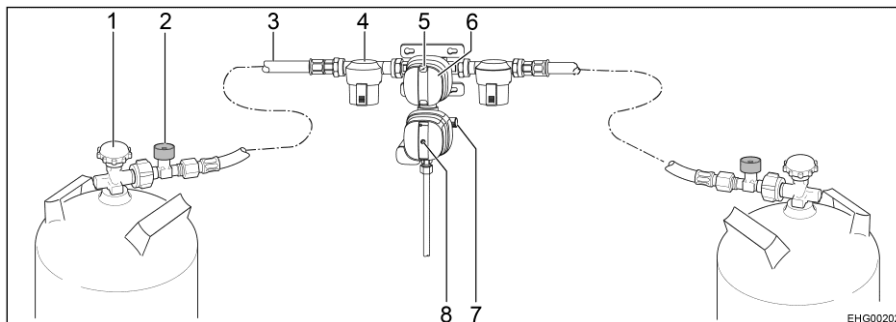

Fig. 118 Système de réglage de la pression de gaz de sécurité DuoControl CS
Le système de réglage DuoControl se compose d'une valve de commutation et d'un capteur de crash. Le système de réglage DuoControl est monté entre les tuyaux haute pression (Fig. 118,3) avec une sécurité de rupture de tuyau (Fig. 118,2). Un bouton rotatif (Fig. 118,6) situé sur la valve de commutation permet de définir laquelle des bouteilles de gaz est celle de service et laquelle est celle de réserve.
L'état de l'alimentation en gaz est affiché sur le regard (Fig. 118,5) :
Le capteur de crash coupe l'arrivée du gaz en cas de secousses importantes (par exemple accident). L'état de service du capteur de crash est reconnaissable à la position du bouton Reset jaune (Fig. 118,8) :
- Quand le bouton Reset jaune (Fig. 118,8) est enfoncé, le capteur de crash est opérationnel.
- Quand le bouton Reset jaune (Fig. 118,8) n'est pas enfoncé, le capteur de crash **n'est pas** opérationnel. Mise en service voir ci-dessous.
La sécurité de rupture de tuyau (Fig. 118,2) coupe l'arrivée de gaz quand le tuyau raccordé se rompt. La sécurité de rupture de tuyau s'active en appuyant sur la touche verte.
- Choisir la bouteille de gaz avec le bouton rotatif (Fig. 118,6) de la valve de commutation à partir de laquelle le gaz sera utilisé principalement (bouteille de service). Toujours tourner le bouton rotatif à fond.
- Ouvrir les robinets principaux (Fig. 118,1) des bouteilles de gaz.
- Appuyer sur la touche verte de sécurité de rupture de tuyau (Fig. 118,2) pendant environ 5 secondes. Le repère vert est affiché sur le regard (Fig. 118,5).
- Quand le capteur de crash s'est déclenché (le bouton Reset jaune (Fig. 118,8) n'est pas enfoncé) : Enfoncer fermement le bouton Reset (Fig. 118,8), le tourner légèrement dans le sens des aiguilles d'une montre et le maintenir environ 5 secondes enfoncé. S'assurer que le bouton Reset reste en position enfoncée ("opérationnel"). Si cela n'est pas possible, réinitialiser l'installation comme décrit : Utiliser un embout Torx T20 sur l'auxiliaire de vissage fourni pour faciliter le mouvement rotatif.
- Fermer les robinets principaux (Fig. 118,1) des bouteilles de gaz.
Le voyant de contrôle vert (Fig. 119,6) s'éteint durant le fonctionnement et le voyant de contrôle rouge (Fig. 119,5) s'allume quand la bouteille de service est vide et doit être remplacée. Le repère rouge est indiqué sur le regard (Fig. 118,5) de la bouteille de gaz correspondante. La bouteille de réserve alimente les appareils à gaz.
- Tourner le bouton rotatif (Fig. 118,6) à fond en direction de la bouteille de gaz actuellement utilisée. Cette bouteille de gaz devient alors la bouteille de service, la bouteille vide devient celle de réserve. Le repère dans le regard (Fig. 118,5) passe du rouge au vert.
- Fermer le robinet principal (Fig. 118,1) de la bouteille de gaz vide. Observer le sens de la flèche.
- Appuyer sur la touche verte de la sécurité de rupture de tuyau (Fig. 118,2).